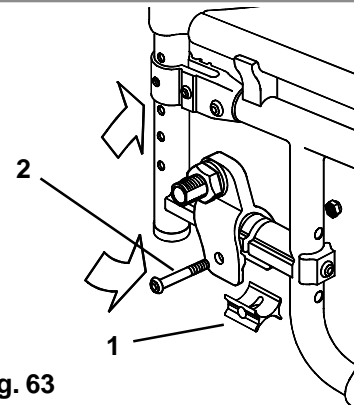

Fig. 63
Schuif het camberblok (6) uit en let erop dat het weer correct wordt teruggeplaatst om een wielvlucht van 0° of 3° (zie pagina 49 Fig.63) te verkrijgen. Draai het asblok ondersteboven naar de tegenoverliggende kant (Fig. 62), schuif het camberblok weer in en plaats de bout weer terug. Draai hem aan tot een draaimoment van 7-12Nm.
Schuif het camberblok uit en let erop dat u het weer op de juiste wijze terugplaatst om een wielvlucht van 0° of 3° te krijgen (zie pagina 49 Fig. 63). Schuif de QA asblok (1) in de gewenste positie.